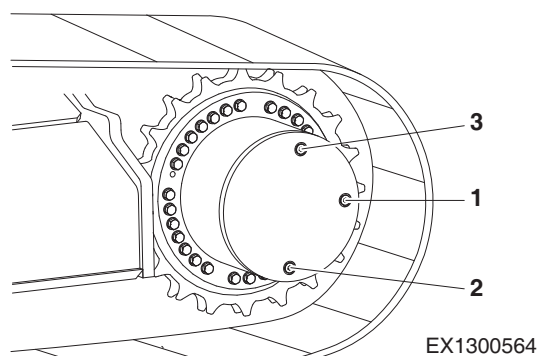

Figura 75
2. Haga girar las orugas hasta que las bocas de llenado (1 a 3, Figura 75) queden en la posición adecuada, tal y como se ilustra en la figura.
3. Coloque un recipiente bajo el obturador (2, Figura 75) y retire los obturadores (1 a 3) para drenar el aceite de engranajes del reductor de la marcha.
4. Coloque el tapón del orificio de drenaje (2, Figura 75). Rellene la caja de engranajes del reductor de la marcha con fluido a través del orificio de llenado (3) hasta que el nivel de fluido esté en el orificio (1). Coloque el tapón de nivel (1) y de llenado (3).